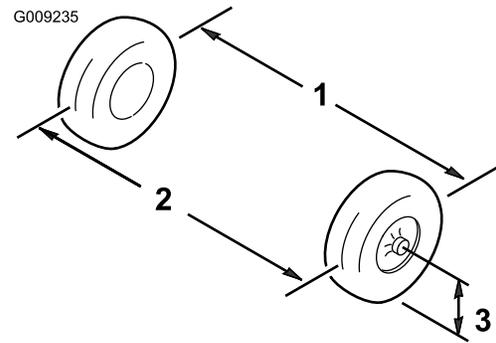

Bild 32
1. Messen Sie den Abstand zwischen beiden Vorderreifen auf Achshöhe (an der Vorder- und Rückseite der Vorderreifen) (Bild 32).